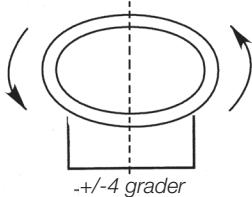

Fig. 3A
- Använd väggfästet som mall, märk ut skrughålen på monteringsytan, borra hål för fästskruvarna, där strålkastaren skall monteras. Använd lämpliga skruvar och ev. pluggar strålkastaren skall monteras stabilt! Placera strålkastaren horisontellt ($\pm 4^\circ$) (Fig. 3A).